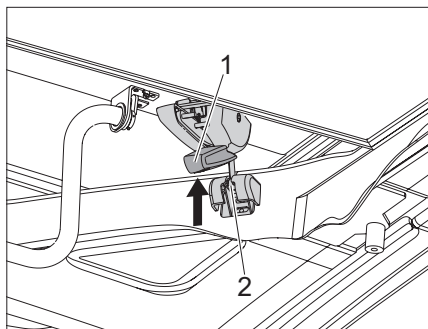

Bild 43 Verriegelungen spannen
- ▶ Vor Fahrtbeginn prüfen, ob die Verriegelungshaken der Verriegelungen (Bild 43,1) links und rechts korrekt spannen. Bei Bedarf nach Anleitung des Herstellers SCA die Verriegelung einstellen.
- ▶ Bolzen (Bild 43,2) in die Aufnahme schieben.
- ▶ Verriegelungen (Bild 43,1) links und rechts nach oben drücken.
- ▶ Prüfen, ob der Bolzen (Bild 43,2) kein Spiel aufweist.